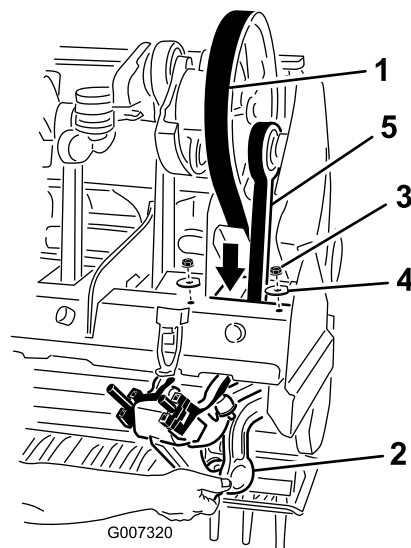

Figura 38
5. Afloje y retire las 2 contratuercas y arandelas que fijan el amortiguador Rotalink del brazo de perforación N° 1 (Figura 38).
7. Pase la correa de transmisión hacia abajo por el bastidor del cabezal de perforación y alrededor del extremo inferior del brazo de perforación N° 1 (Figura 38).